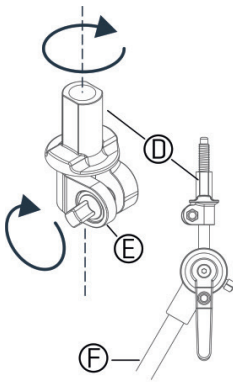

Abbildung 1
- Fixieren sie nun den Beckensitz (D) durch anziehen der Schraube (E) (Siehe *Abbildung 1*).
- Schrauben sie Flügelmutter und Filz (A) auf den Beckendorn.